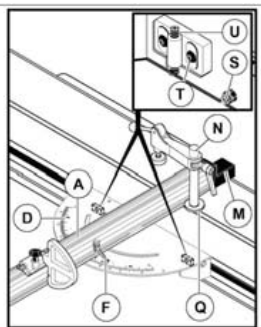

Fig. 9.5-3
- Sbloccare il gruppo riga ruotando (in senso antiorario) la colonnetta (N fig. 9.5-3);
- allentare la maniglia (F fig. 9.5-3);
- per l'esecuzione di tagli angolari ruotare il gruppo riga (A fig. 9.5-3) facendo riferimento alla scala (D fig. 9.5-3);
- bloccare serrando la maniglia (F fig. 9.5-3);
- posizionare il pressore contro il gruppo riga accertandosi che la rosetta (Q fig. 9.5-3) si inserisca nella scanalatura;
- bloccare il gruppo riga ruotando (senso orario) la colonnetta (N fig. 9.5-3).
- allentare le leve (G fig. 9.5-3);
- agire sui grani (S fig. 9.5-3) per regolare il parallelismo al vagone;
- allentare le viti (T fig. 9.5-3) ed agire sui grani (U fig. 9.5-3) per regolare la posizione in altezza.
quando il paraschegge (H fig. 9.5-3) si usura, spostarlo dopo aver allentato le viti di fissaggio.